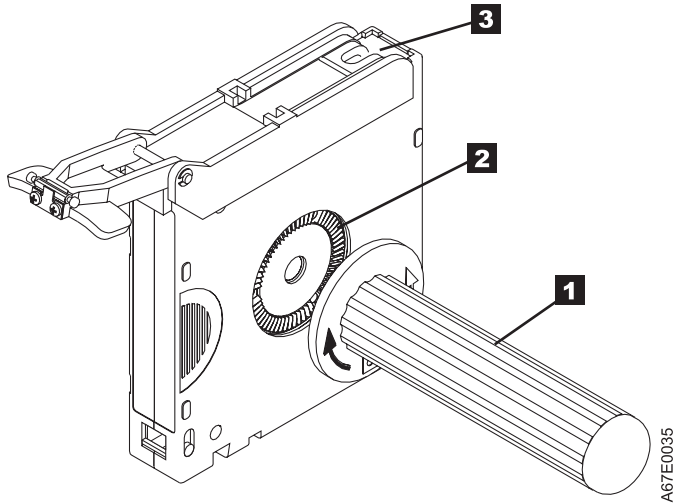

図 8-13. カートリッジからのテープの巻き取り： カートリッジの手動巻き戻しツールを時計回りに回してテープの終端を見て、次に、反時計方向に回してテープをカートリッジ・ドアまで持ってきます。
2. カートリッジ内のテープの端を見つけるために、カートリッジ手動巻き戻しツール（8-18 ページの図 8-13 の **1**）のつめをカートリッジのハブ 2 のつめに合わせて、このツールをハブに取り付けます。カートリッジ内のテープの終端が見えるまで、ツールを時計回りに回します。次に、巻き戻しツールを反時計方向にゆっくり回して、テープの端をカートリッジ・ドア（8-18 ページの図 8-13 の **3**）に向けて動かします。